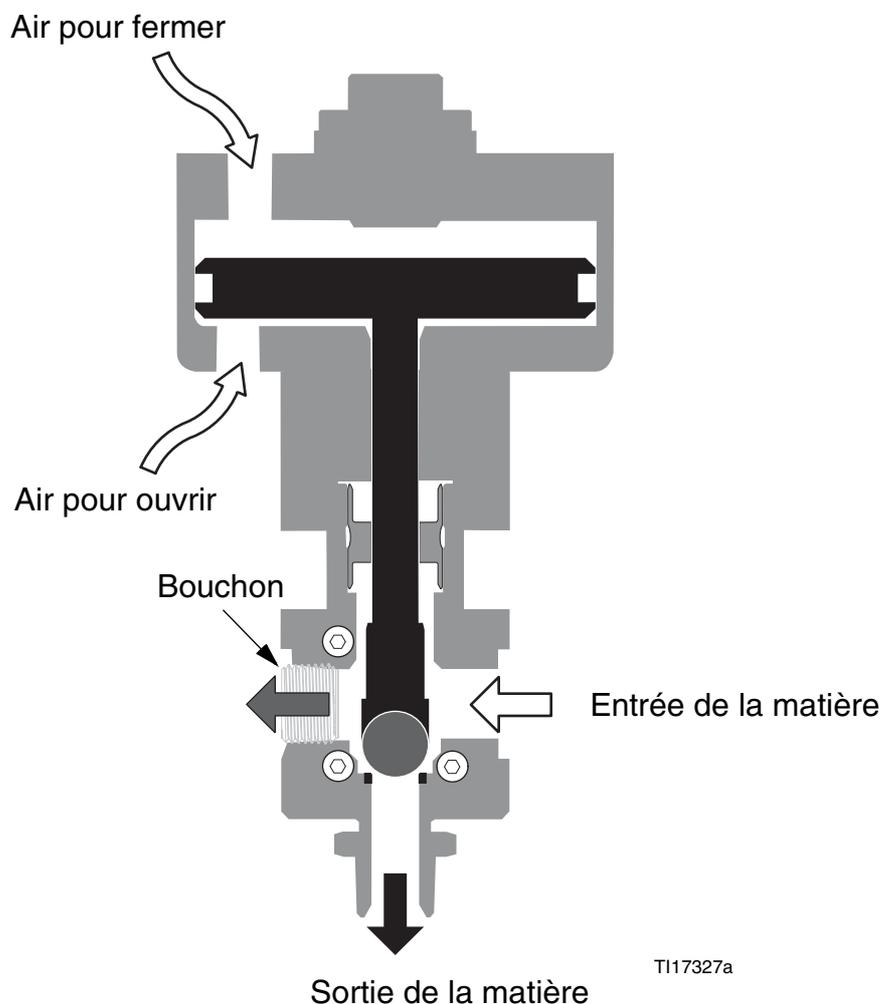

FIG. 2 : Principe de fonctionnement de la série DV
- b. Raccordez le conduit d'air à l'arrivée d'air (air pour ouvrir) de la section air (B). Voir Fig. 2, page 7.
- c. Raccordez le conduit d'air à la sortie d'air (air pour fermer) de la section air (B). Voir Fig. 2, page 7.
5. Raccordez le conduit de fluide à l'entrée fluide npt (F) sur le corps de la vanne. Si souhaité, retirez le bouchon de l'autre entrée (G) et raccordez le conduit de retour du fluide pour les systèmes de circulation. Voir **Caractéristiques techniques** à la page 23 pour connaître la pression de service maximum.